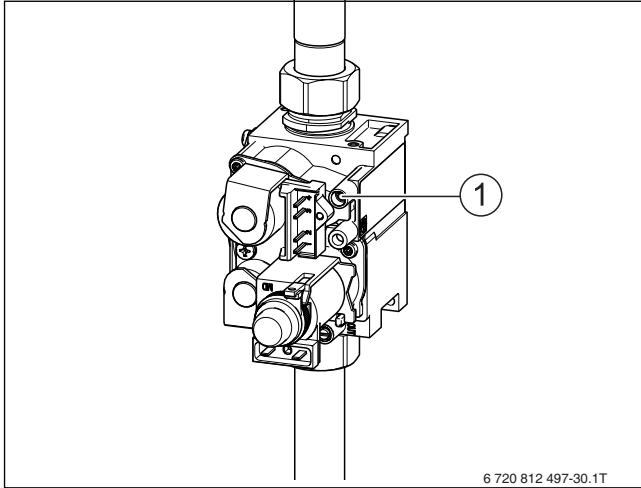

Рис. 23 Измерение подаваемого давления газа
- ▶ Отверните на 2 оборота запорный винт ниппеля (→ рис. 23, [1]), предназначенного для измерения подаваемого давления газа и выпуска воздуха.
- ▶ Соедините шлангом штуцер с прибором измерения давления и ниппель (→ рис. 23, [1]) для измерения подаваемого давления газа и выпуска воздуха.